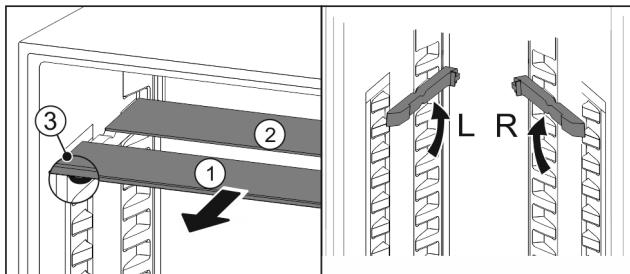

Fig. 46
- ▶ Izvucite Fig. 46 (1) staklene ploče jednu po jednu prema naprijed.
- ▷ Staklena ploča Fig. 46 (1) s ukrasnom letvicom nalazi se sprjeda.
- ▷ Zaustavljači Fig. 46 (3) su usmjereni prema dolje.